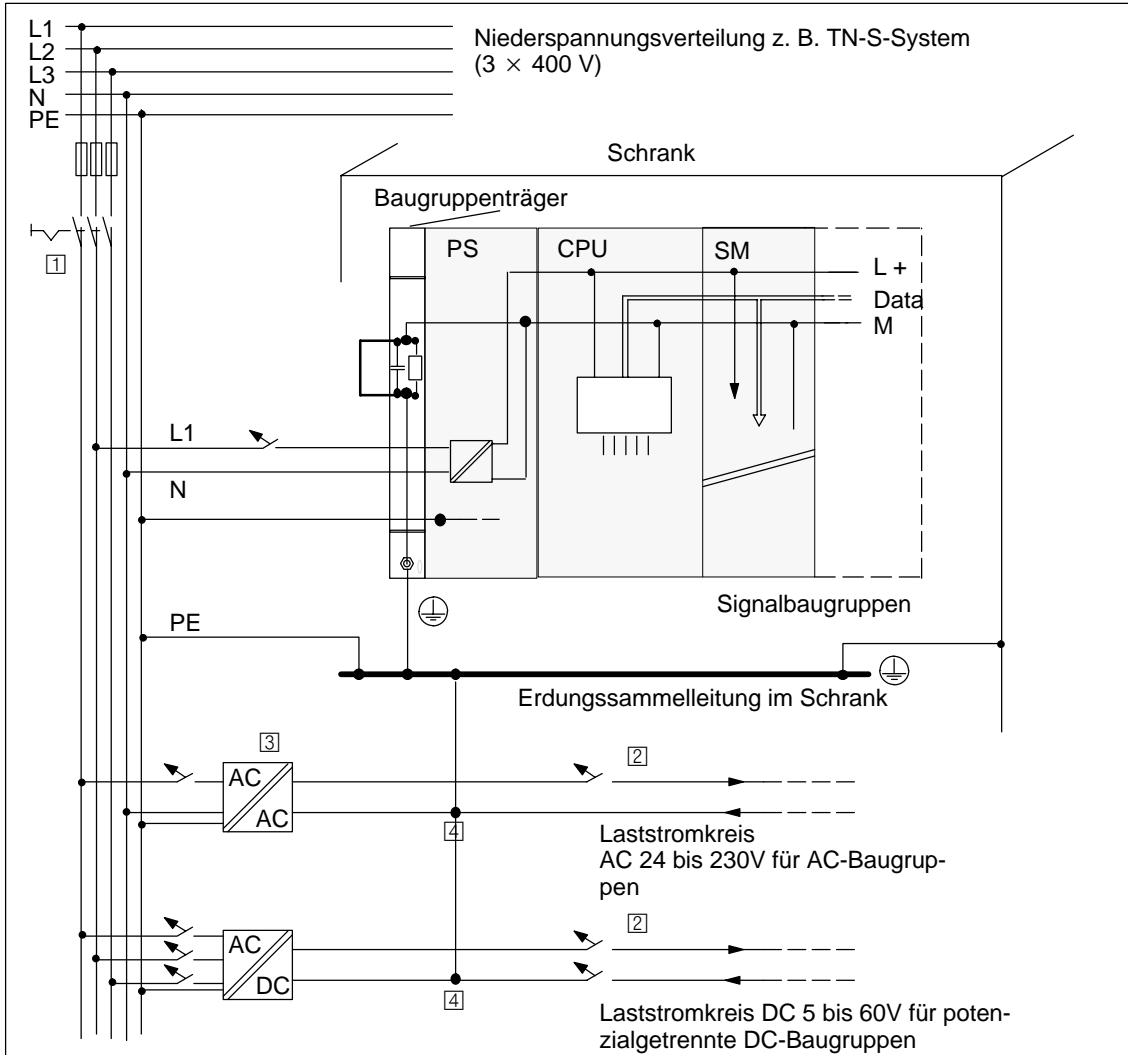

Bild 4-1 S7-400 aus geerdeter Einspeisung betreiben
Für die Errichtung einer Gesamtanlage sind verschiedene Komponenten und Schutzmaßnahmen vorgeschrieben. Die Art der Komponenten und der Verbindlichkeitsgrad der Schutzmaßnahmen ist abhängig davon, welche VDE-Vorschrift, VDE 0100 oder VDE 0113, für Ihren Anlagenaufbau gilt. Die folgende Tabelle bezieht sich auf Bild 4-1.
Durch das gemeinsame Bezugspotenzial (Erde) ist eine einwandfreie Funktionssicherheit gegeben. Sehen Sie am Lastnetzgerät (Klemme L- bzw. M) oder am Trenntransformator eine lösbare Verbindung zum Schutzleiter vor (Bild 4-1, ④). Diese Maßnahme erleichtert Ihnen bei Fehlern in der Energieverteilung die Lokalisierung von Erdschlüssen.
Bild 4-1 zeigt die Stellung der S7-400 im Gesamtaufbau (Laststromversorgung und Erdungskonzept) bei Einspeisung aus einem TN-S-Netz.